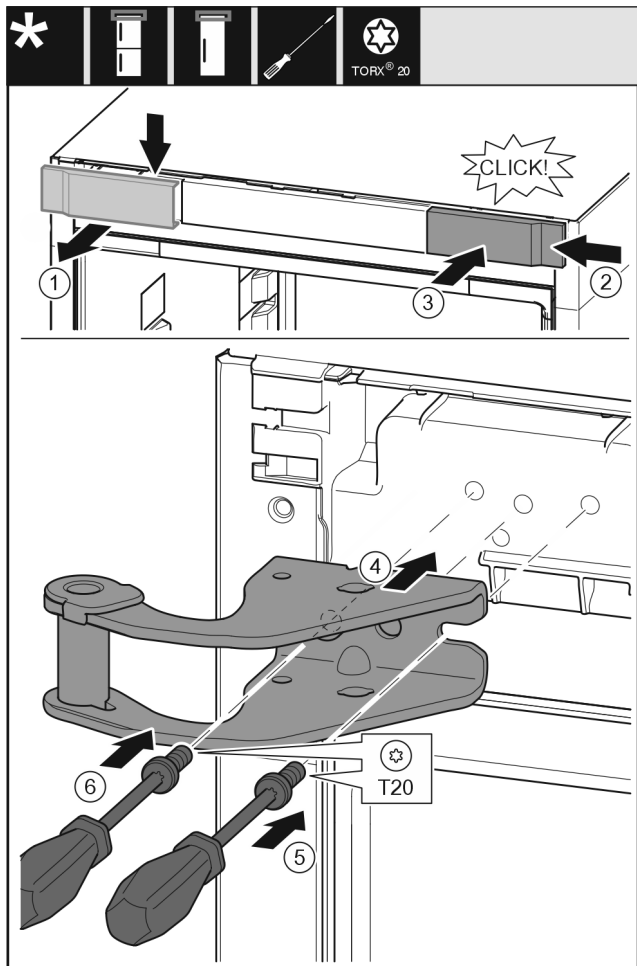

Fig. 12
- ▶ Odeberte kryt shora dopředu. Fig. 12 (1)
- ▶ Kryt otočený o 180° zavěste na druhé straně zprava. Fig. 12 (2)
- ▶ Zaklapněte kryt. Fig. 12 (3)
- ▶ Nasadíte horní stojan ložiska. Fig. 12 (4)
- ▶ Šroubovákem T20 nasadíte šroub a utáhněte. Fig. 12 (5)
- ▶ Šroubovákem T20 vložte šroub a utáhněte. Fig. 12 (6)